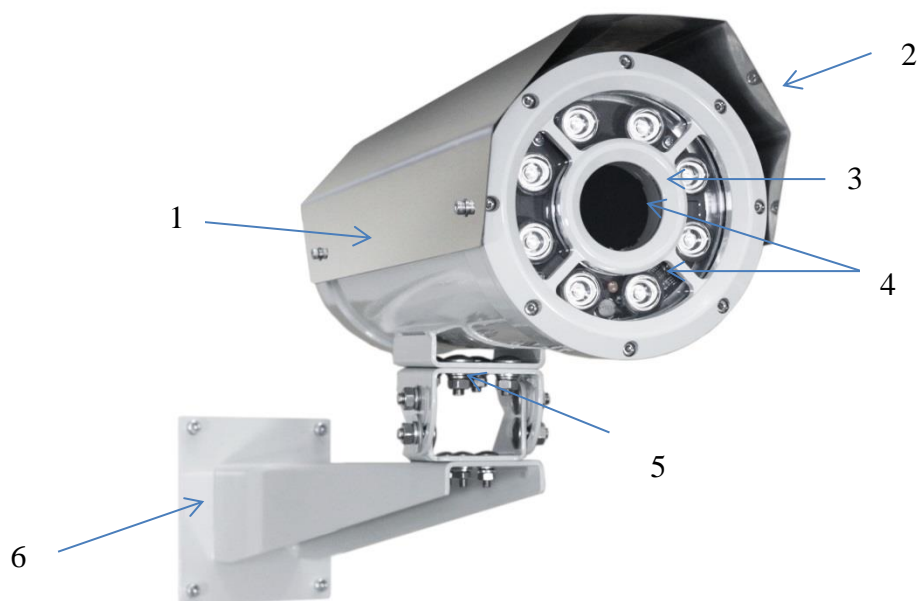

Рисунок 4.2 – Внешний вид и конструкция термокожуха
4.6.1 Открутите болт крепления кронштейна (5) и отсоедините от него термокожух (рис. 4.2);
4.6.3 Открутите фиксирующие винты и извлеките наполовину основание (заднюю крышку) с шиной из корпуса термокожуха (рис. 4.2);
- 4.6.12 Установите термокожух на кронштейн (6) и зафиксируйте при помощи болта (5) (рис. 4.2);